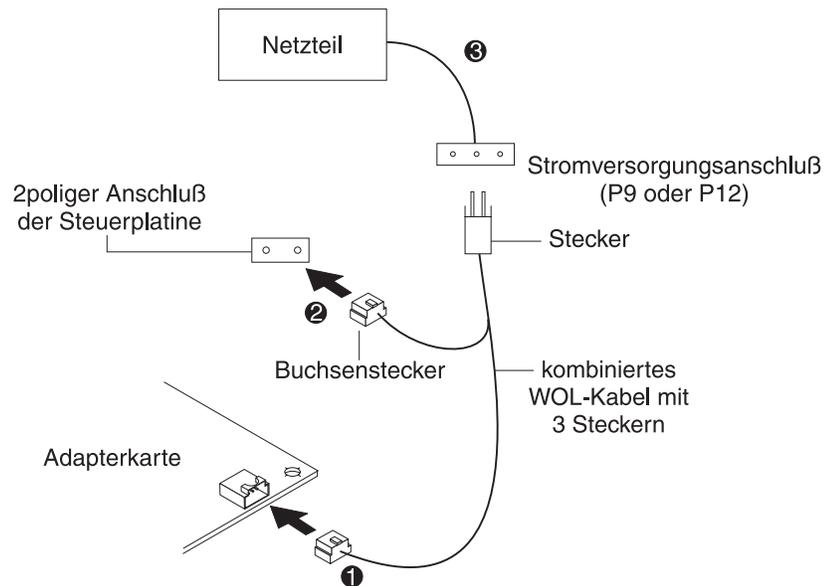

Abbildung 1-4. Kabel mit drei Steckern für Wake On LAN anschließen
2. Verbinden Sie den 3poligen Buchsenstecker am nicht gegabelten Ende des Kabels 08L2558 wie in Abb. 1-4 gezeigt mit dem 3poligen Anschluß für Wake On LAN auf dem Adapter.
5. Stellen Sie fest, an welcher Stelle der Computerplatine sich der in Abb. 1-4 auf Seite 1-7 dargestellte 2polige Signalanschluß für Wake-On-LAN befindet. Verbinden Sie den 2poligen Buchsenstecker am gegabelten Ende des Kabels mit dem 2poligen Anschluß auf der Platine.